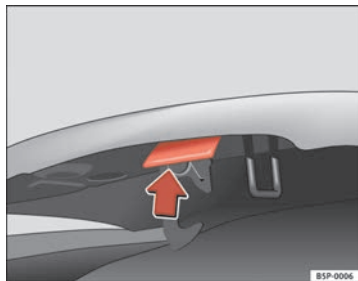

Fig. 168 Poignée d'ouverture sous le capot-moteur
- Appuyez sur la bascule sous le capot-moteur de manière à ce qu'elle soit orientée vers le haut ⇒ fig. 168. Le crochet de fixation est alors déverrouillé.